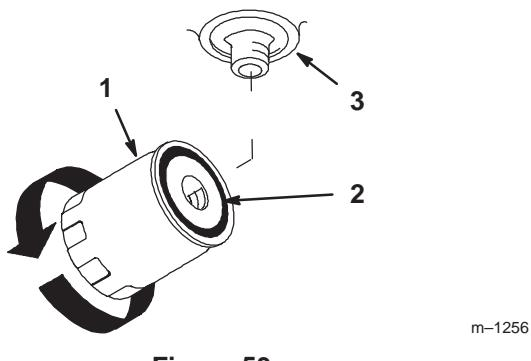

Figure 53
1. Filtre hydraulique	4. Appliquez une fine couche de liquide hydraulique sur le joint en caoutchouc du filtre de rechange (Fig. 53).
7. Quand le liquide déborde, tournez le filtre dans le sens horaire jusqu'à ce que le joint rejoigne l'adaptateur, puis donnez un demi-tour supplémentaire (Fig. 53).	8. Essuyez le liquide éventuellement répandu.